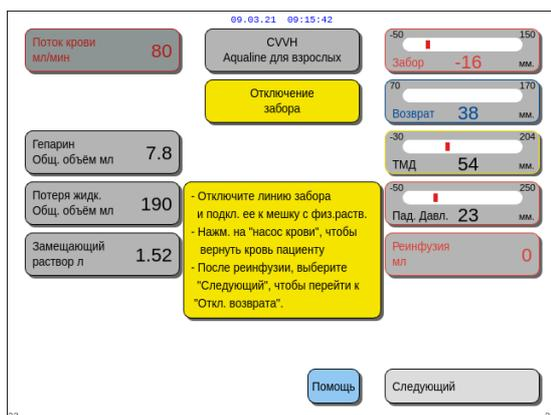

Рис. 179
6. Если вы удовлетворены реинфузией, выберите и подтвердите функцию *Следующий* (рис. 179).